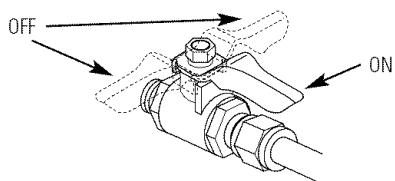

**Fig. 10**
1. Use a small flat blade screwdriver or coin to remove the battery tray (A) at the side of the faucet base.
2. Install one CR2032, 3 volt battery (B) + side down into the battery tray (A) (Fig. 10).
3. Slide tray into faucet base (C) until the battery tray (A) edge is flush with the side of the base.
4. The blue light (D) will flash 5 times, indicating a proper installation and system reset.
1. Utilisez un petit tournevis à lame plate ou une pièce pour enlever le tiroir à pile (A) situé sur le côté de la base de robinet.
2. Installez une pile de 3 volts CR2032 (B) en faisant glisser dans le tiroir à pile (A) (Fig. 10).
3. Faites glisser le tiroir dans la base de robinet (C) jusqu'à ce que l'extrémité du tiroir à pile (A) soit plate contre le côté de la base.
4. La lumière bleu (D) clignotera 5 fois, indiquant une bonne installation et remise à zéro du système.